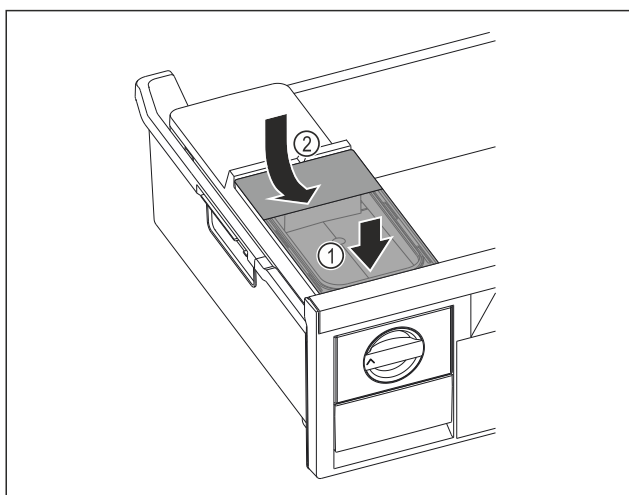

Fig. 122
- ▶ Установите бак для воды спереди Fig. 122 (1)
- ▶ Опустить бак для воды сзади Fig. 122 (2)